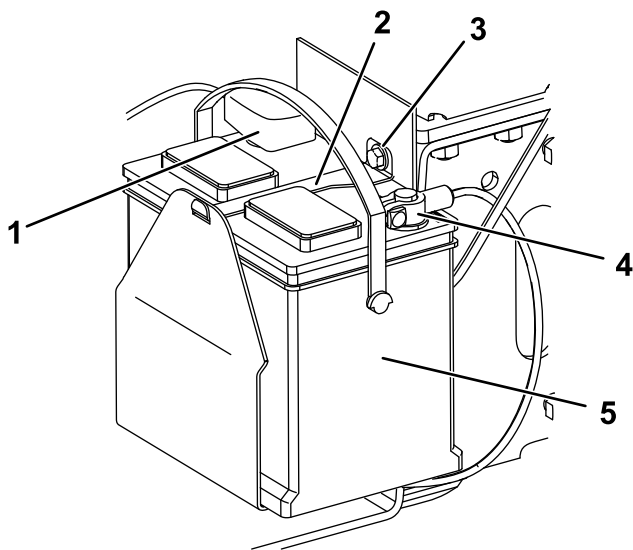

Bild 38
1. Schraube (3)
5. Entfernen Sie die Schraube, Scheibe und Stange, mit denen die Batterie befestigt ist (Bild 38).
6. Klemmen Sie das (schwarze) Minuskabel vom Batteriepol ab (Bild 38). Bewahren Sie die Befestigungen auf.
8. Klemmen Sie das Pluskabel (Rot) vom Batteriepol ab (Bild 38). Bewahren Sie die Befestigungen auf.
1. Schließen Sie das Pluskabel (Rot) der Batterie mit den vorher entfernten Befestigungen am Pluspol (+) der Batterie an (Bild 38).
3. Schließen Sie das Minuskabel (Schwarz) der Batterie mit den vorher entfernten Befestigungen am Minuspol (-) der Batterie an (Bild 38).
4. Befestigen Sie die Batterie mit der Stange, Schraube und der Scheibe (Bild 38).